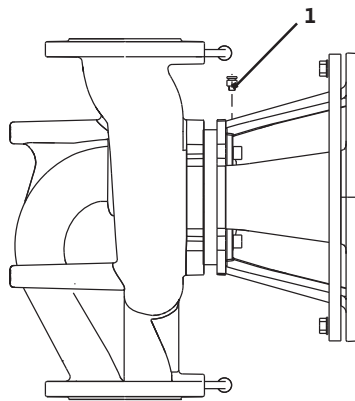

Fig. 41: Ontluchtingsventiel
- Pompen ontluchten door de ontluchtingsventielen los te maken (Fig. 41, pos. 1). Droogloop beschadigt de mechanische afdichting van de pomp. De verschildruksensor mag niet worden ontlucht (gevaar voor beschadiging).